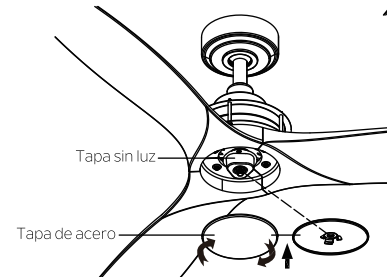

Fig. 20
Paso 3. Ensamble la tapa de acero en la tapa sin luz haciéndola girar en sentido horario. (Fig. 20)